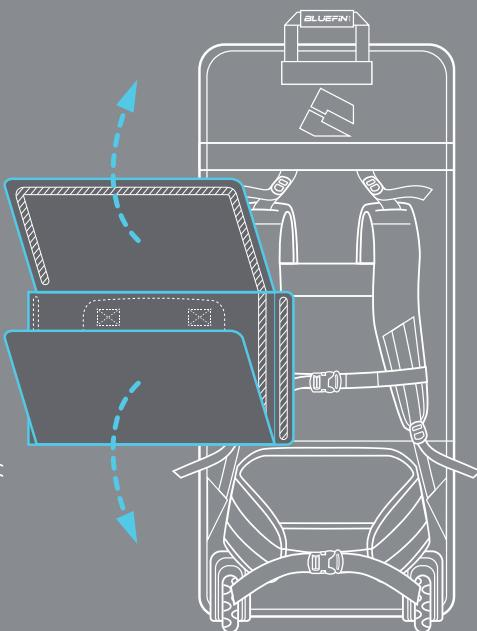

Imagen 3.
- Desdobra la solapa de la correa para crear un panel para las correas de transporte de tal forma que queden tapadas y fijas con la tira de velcro. **Imagen 3.**